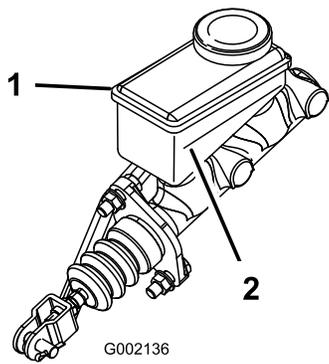

Bild 35
3. Sehen Sie sich die Seite des Behälters an. Der Stand sollte über der Minimummarkierung liegen (Bild 35). Wenn die Bremsflüssigkeit niedrig ist, reinigen Sie den Bereich um den Deckel, nehmen Sie den Deckel ab und füllen Sie den Behälter bis über die Minimummarkierung. Füllen Sie nicht zu viel ein.